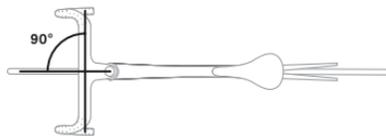

Рисунок 1.6. Правильное выравнивание руля и седла.
- Убедитесь, что руль стоит перпендикулярно колесу (рисунок 1.6).
- Убедитесь, что седло стоит на одной линии с центральной линией велосипеда (рисунок 1.6).